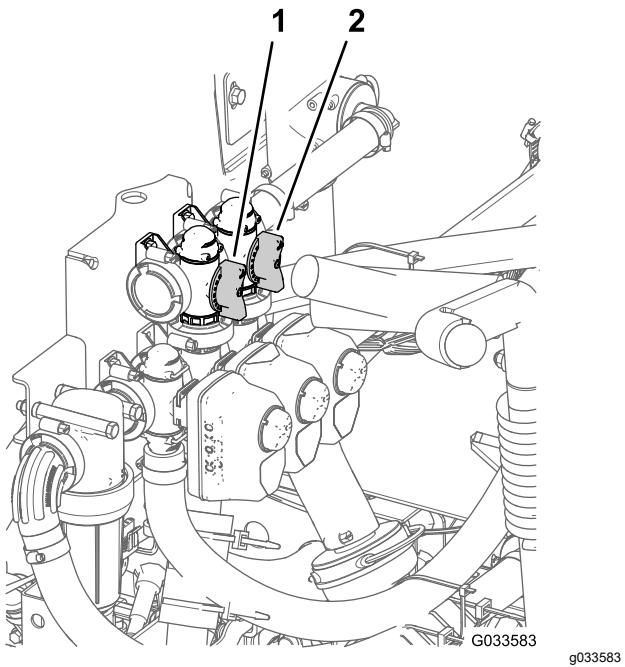

Bild 72
11. Stellen Sie das Rührwerksicherheitsventil (Bild 72) hinten am Rührwerkventil so lange ein, bis das Druckmanometer 6,9 bar anzeigt.
- 8. Stellen Sie den Griff am Sicherheitsventil des Hauptabschnitts ein, um die Rührwerkstärke im Behälter zu steuern (Bild 72).